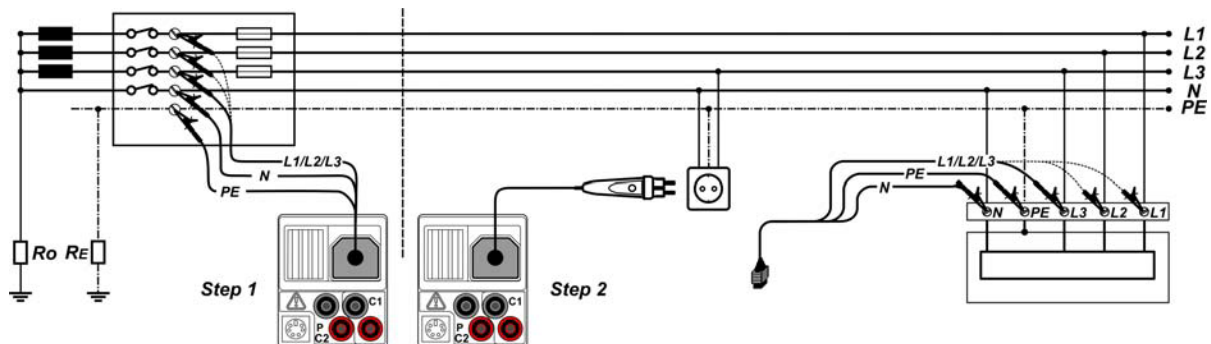

Bild 5.30: Spannungsfallmessung Phase-Nullleiter oder Phase-Phase – Anschluss des Plug Commanders und des Universalprüfkabels
- **Schließen** Sie die Prüflitungen an der Referenzstelle **an** (siehe Bild 5.30).
- **Schließen** Sie die Prüflleitungen am Prüfling **an** (siehe *Bild 5.30*).